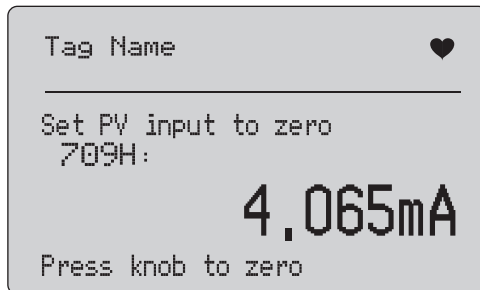

Figure 42. Ecran PV Zero
L'écran illustré Figure 42 vous invite à définir le signal d'entrée de traitement de la variable principale (PV) sur zéro, puis à contrôler le résultat à l'aide de la mesure effectuée par l'appareil. La mesure est mise à jour toutes les secondes.